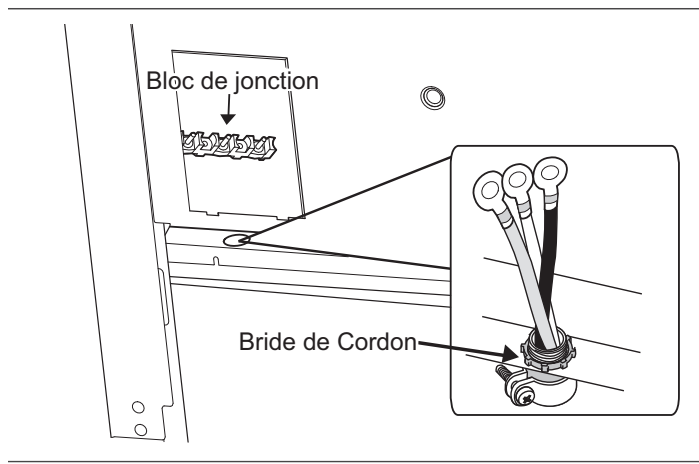

Figure 11 : Emplacement de la bride de cordon
1. Repérez le bloc de jonction à l'arrière de l'appareil et enlevez le couvercle (voir la *Figure 11*).
3. Installez une bride de cordon (non fournie avec la cuisinière) dans le trou de 1 po (25,4 mm) de diamètre situé sous le bloc de jonction, dans le panneau arrière (voir *Figure 11*). Faites passer les fils par la bride de cordon.